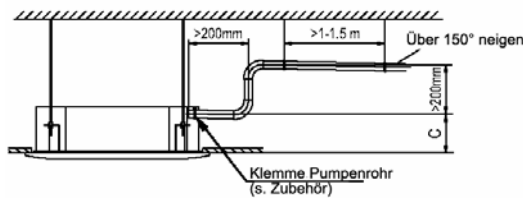

Abb. 29
Untersuchen Sie die alle Verbindungsstellen mit einem Leckprüfgerät oder Seifenwasser. (Siehe Abb. 29)
- Wenn der Ausgang des Abflussrohrs höher liegt als die Pumpenverbindung des Geräts, muss das Rohr möglichst senkrecht angeordnet werden. Außerdem muss der Hubabstand > 200 mm sein, weil sonst Wasser überläuft, wenn die Klimaanlage anhält. ( Siehe Abb. 29)